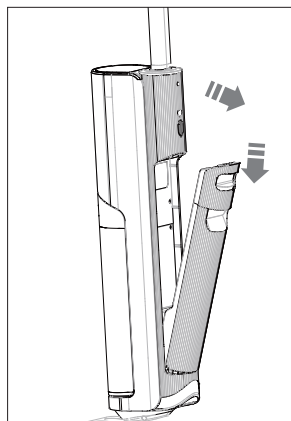

Fig. 5 – Extracción del depósito de agua
- ▶ Agarre el asidero del depósito de agua limpia (14) y presione hacia abajo el botón de desbloqueo del depósito de agua limpia (15).
- ▶ Extraiga el depósito de agua limpia del cuerpo del aparato (véase Fig. 5).